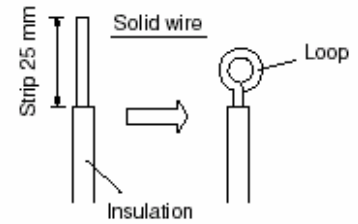

Fig. 23a
- 1) Coupez l'extrémité du fil à l'aide d'une pince coupante, puis éliminez l'isolant pour faire apparaître 25 mm de fil environ et torsadez convenablement les extrémités du fil. (Figure 23a)